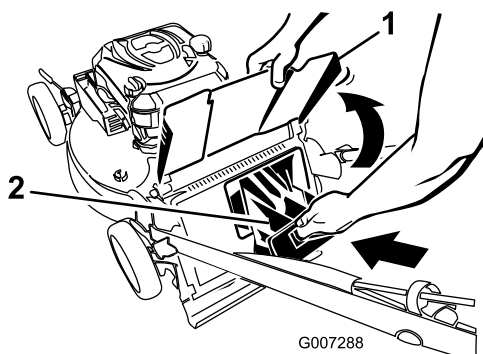

Figure 26
4. Installez l'obturateur d'éjection arrière (Figure 26).